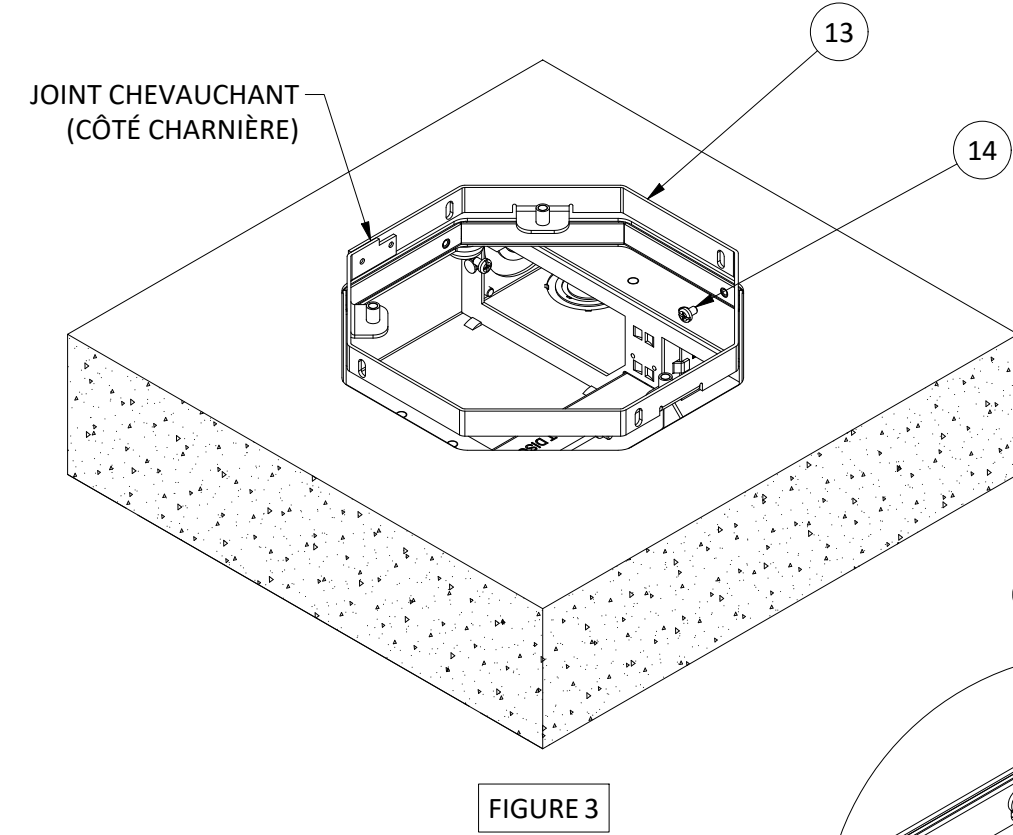

FIGURE 3
APRÈS LA COULÉE DU BÉTON, CONSULTER LES FIGURES 3, 4, ET 5
18. Orienter le collier de soutien du couvercle [13] au besoin en retirant et en réinstallant les vis [14]. Le joint à recouvrement du collier définit où se trouvera la charnière du couvercle (CONSULTER LES FIGURES 3 et 4).